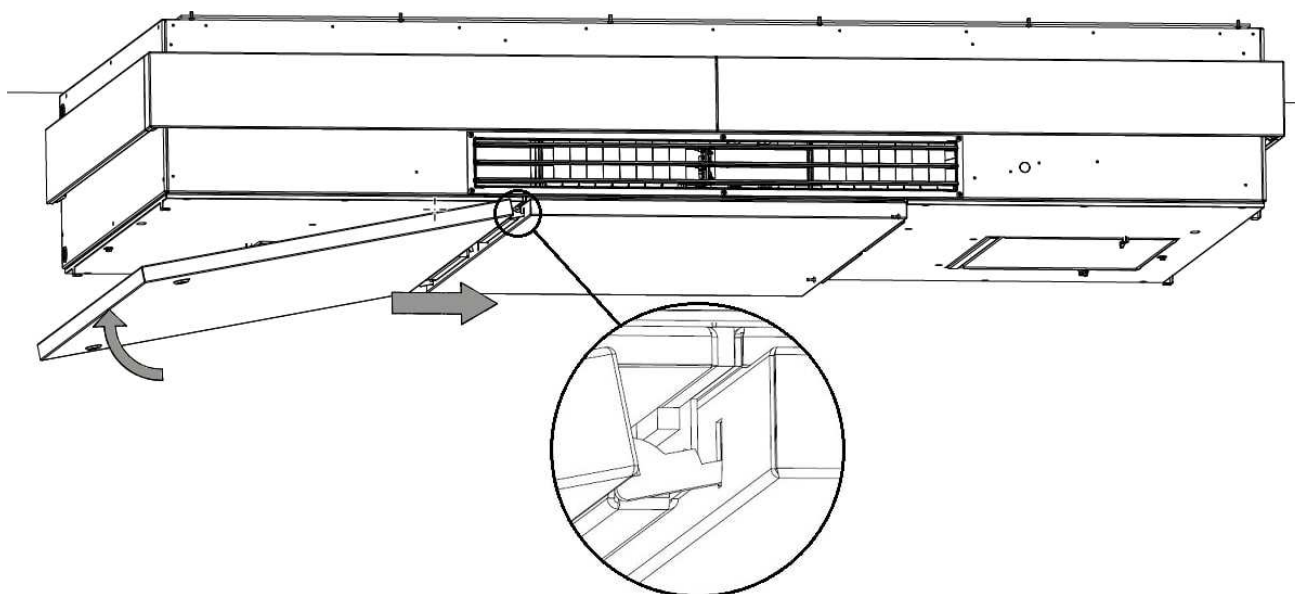

Abbildung 54: Einhängen des linken Gehäusedeckels
3. Heben Sie den linken Gehäusedeckel nach oben und hängen Sie ihn an der mittleren Platte ein, siehe Abbildung 54 unten.